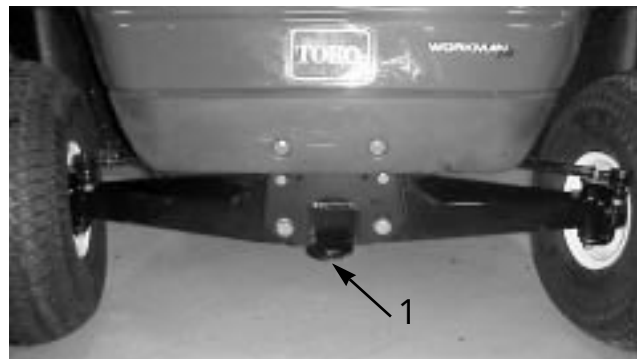

図 24
2. 前フレームのトングにロープなどの牽引索を取り付ける(図24)。